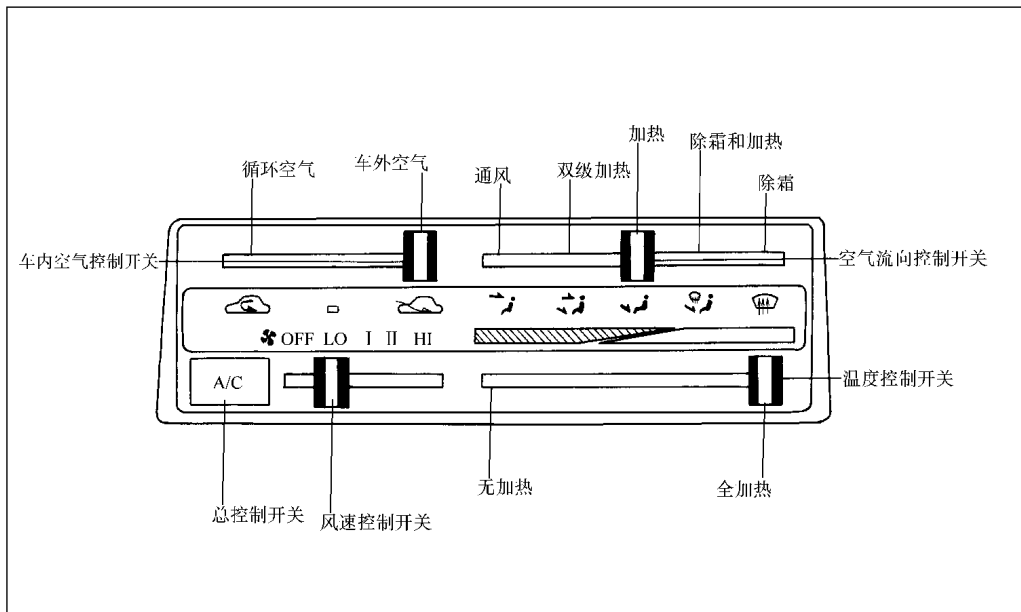

图 1-27 前暖气装置控制开关
(13) 前暖气装置控制开关,如图 1-27 所示。总控制开关是控制空调系统的开和关;车内空气控制开关是控制输入新鲜空气或循环车内空气;空气流向控制开关是控制空气的流向(即流向地板、仪表板通风孔或挡风玻璃);温度控制开关是用来调整温度;风速控制开关是控制鼓风机的开和关,并选定开启的四个速度。